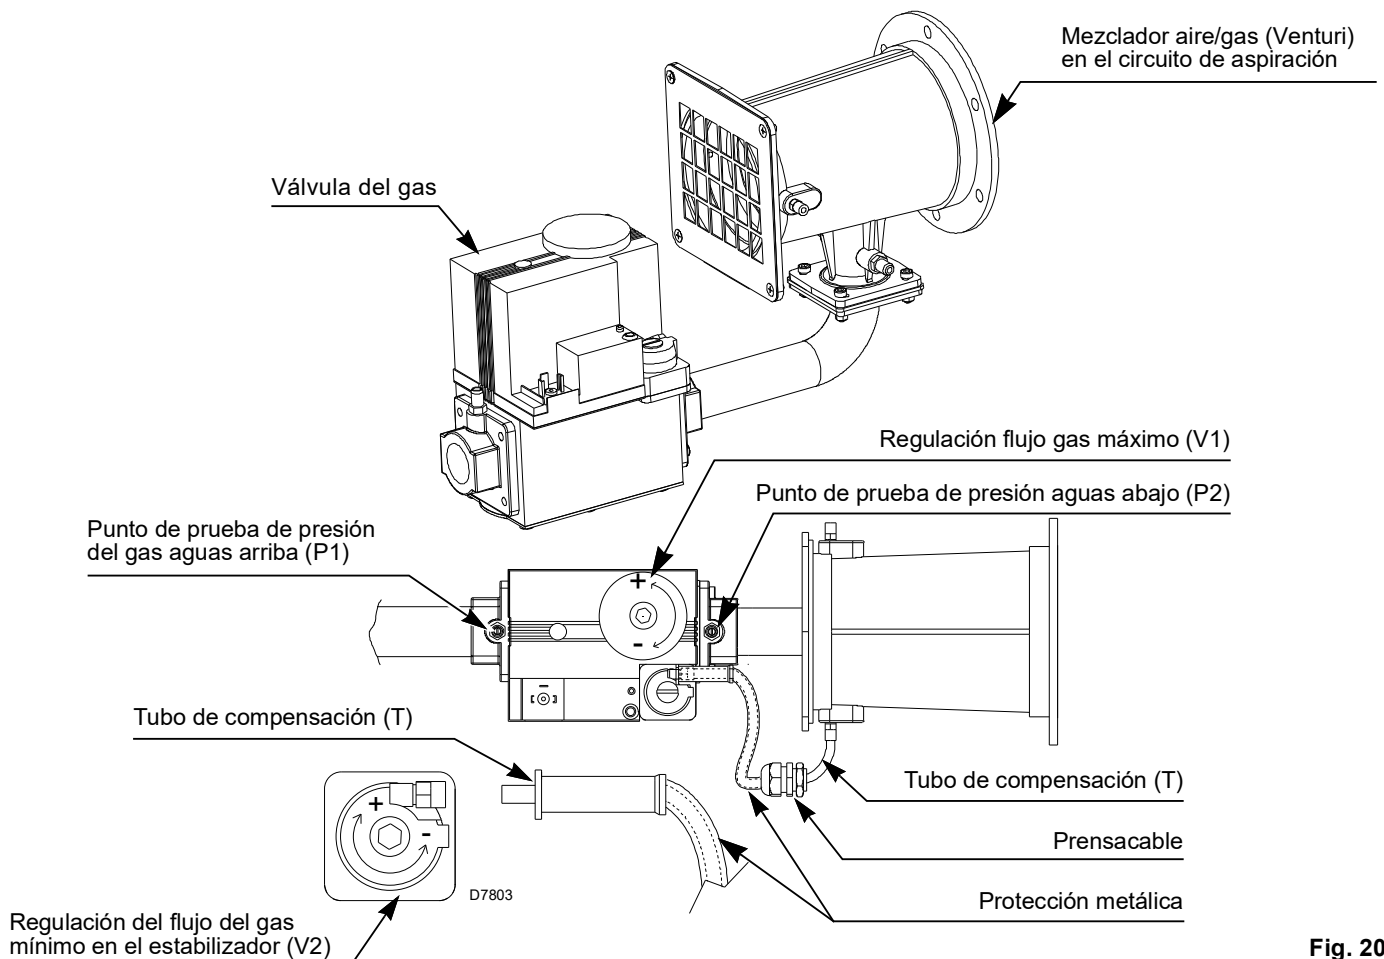

Fig. 20
El tubo (T) (Fig. 20) entre válvula-Venturi permite compensar la oclusión accidental de la aspiración mediante la reducción del gas suministrado.